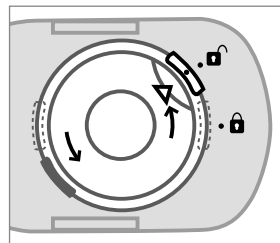

Рис. 2
3. Расположите ингаляционную камеру вертикально на столе. Отсоедините верхнюю часть ингаляционной камеры от самой камеры. Для этого поверните крышку ингаляционной камеры против часовой стрелки, так, чтобы маркер «▶•» указывал на «•🔒» (рис. 2). Потянув крышку ингаляционной камеры вверх, извлеките ее.